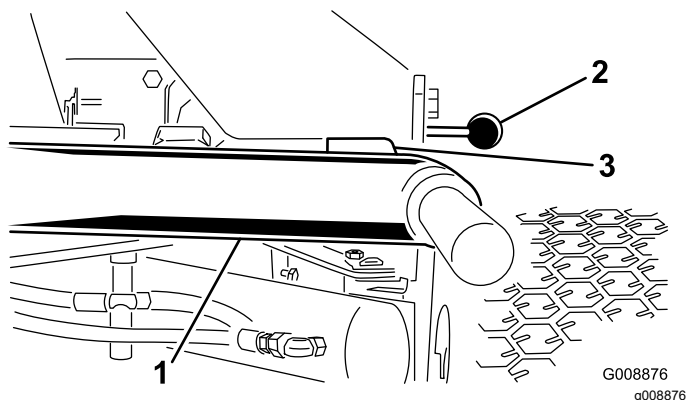

Figura 11
1. Avviate il motore, sollevate gli apparati di taglio e verificate che il gioco tra ogni braccio di sollevamento e la staffa della piastra di appoggio sia di 5–8 mm (Figura 11).